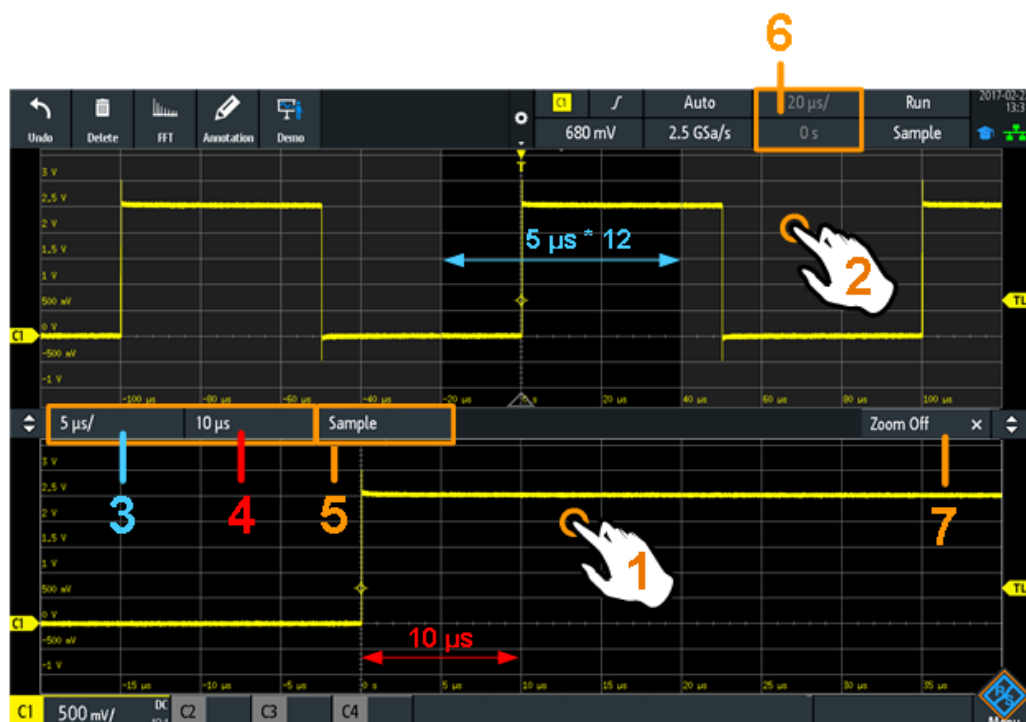

Figure 6-1 : Affichage du zoom horizontal : le zoom dans la fenêtre du bas, la forme d'onde normale dans la fenêtre du haut
- Appuyer sur les étiquettes de l'échelle du zoom ou de la position du zoom dans la fenêtre zoomée et saisir une valeur sur le clavier. Ces réglages sont des valeurs horizontales, qui prennent effet dans les fenêtres zoomées horizontale et verticale. Voir numéro 3 et 4 dans Figure 6-1.